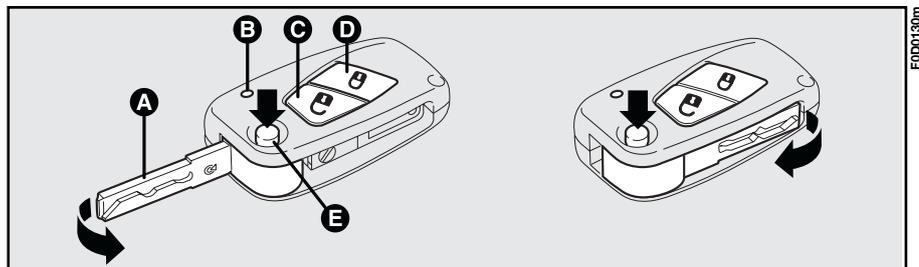

fig. 6
La chiave **fig. 6** è dotata di:
Se premendo il pulsante (C oppure D-fig. 6) il led B-fig. 6, sulla chiave, emette un solo breve lampeggio bisogna sostituire la pila con un'altra nuova.
**Per inserire l'allarme elettronico:** premere brevemente il pulsante **D-fig. 6** del telecomando. Viene emesso un "bip" sonoro e le luci di direzione si accendono per circa 3 secondi (nei soli Paesi la cui legislazione lo consente).
**Per disinserire l'allarme elettronico:** premere il pulsante del telecomando **C-fig. 6**. Vengono emessi due "bip" e le luci di direzione lampeggiano per due volte (nei soli Paesi la cui legislazione lo consente).